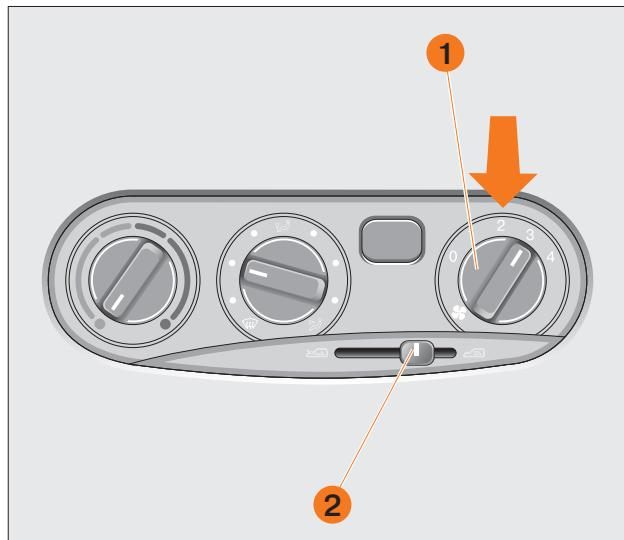
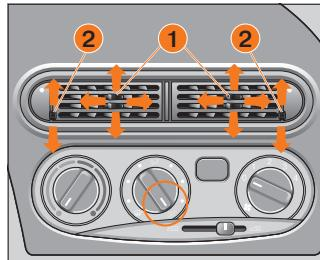
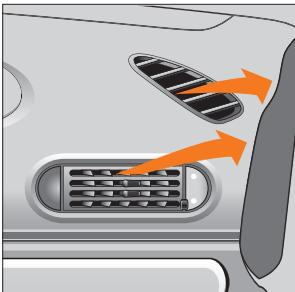
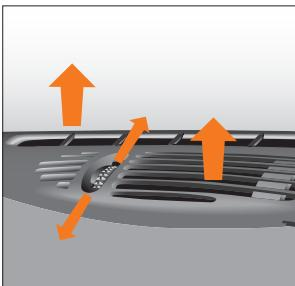

Рис. 50. Правый вращающийся переключатель
Рис. 52. Центральный дефлектор
Рис. 54. Дефлекторы подачи воздуха на стекла передних дверей
Рис. 55. Верхние решетки подачи воздуха на ветровое стекло
**Правый вращающийся переключатель: Обдув (вентилятор) (рис. 50, поз. 1).**
На рис. 50 поз. 2 показан **рычаг управления заслонкой рециркуляции воздуха**:
**Центральный дефлектор (рис. 52).** Направления подачи воздуха регулируются рычагами направляющих лопаток центрального дефлектора **1** путём изменения положения заслонок вверх или вниз, вправо или влево, а регулятор интенсивности подачи воздуха **2** открывает или закрывает полностью центральные дефлекторы подачи воздуха. В зависимости от положения температурного переключателя обеспечивается комфортная температура верхнего пространства салона.
**Дефлекторы подачи воздуха на стекла передних дверей (рис. 54).** Установите рычаг управления заслонкой в крайнее левое положение  (см. рис. 50) и средний вращающийся переключатель (см. рис. 52) в положение :
**Верхние решетки подачи воздуха на ветровое стекло (рис. 55).** Установите рычаг управления заслонкой в крайнее левое положение  (см. рис. 50) и средний вращающийся переключатель в положение  (см. рис. 52):
Для усиления притока воздуха переключите вентилятор обдува на более высокую ступень и установите средний вращающийся переключатель в положение  (см. рис. 52).
Обязательно включить вентилятор (см. рис. 50).